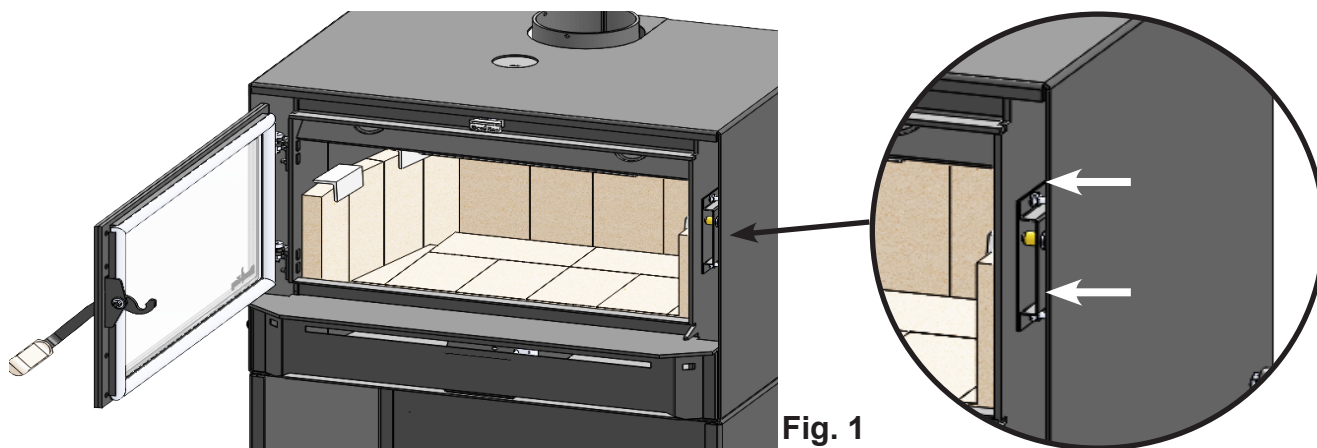

Fig. 1
1. Ouvrez la porte de chargement pour accéder au loquet de verrouillage sur le côté droit de la chambre de combustion. (Fig. 1)